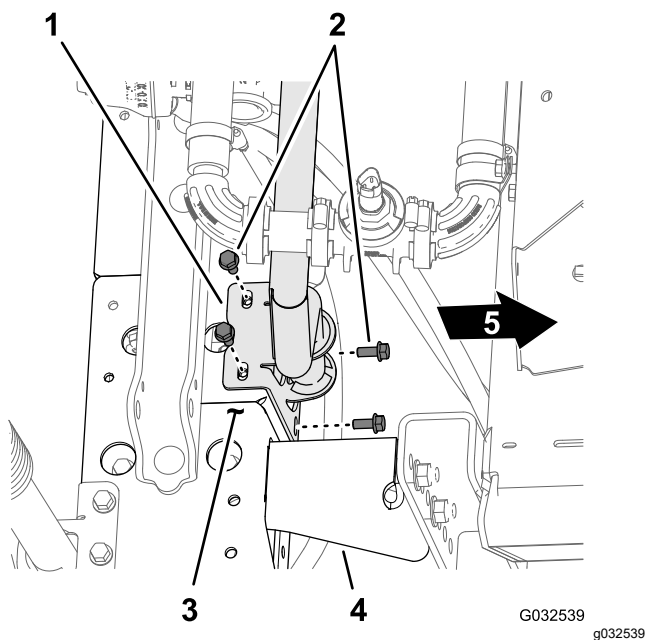
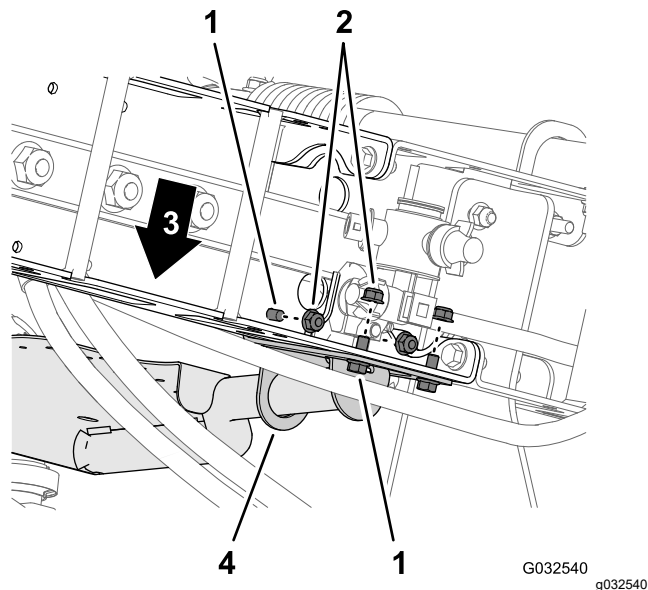

Рисунок 62
Рисунок 63
2. Совместите отверстия в монтажном кронштейне опоры крепления клапанов с отверстиями в ферменной раме средней секции стрелы (Рисунок 62).
3. Установите опору крепления клапанов на ферменную раму (Рисунок 62 и Рисунок 63) при помощи 4 болтов (5/16 x 3/4 дюйма) и 4 фланцевых контргайк (5/16 дюйма).